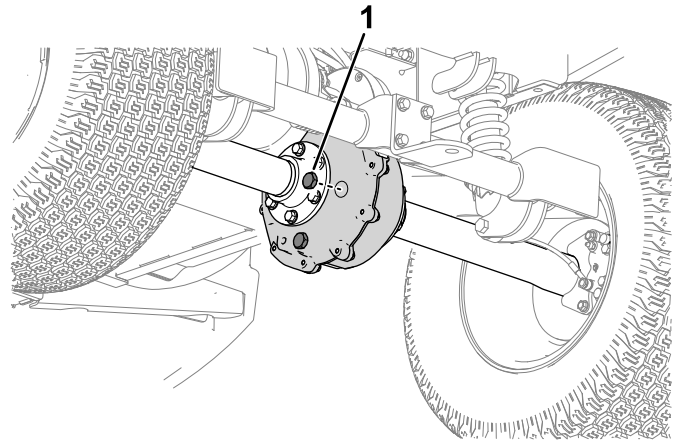

Figura 46
- Retire el tapón de llenado del transeje (Figura 46).
- Si el nivel de fluido es bajo, retire el tapón de llenado y añada fluido del tipo especificado indicado en [Cambio del fluido del transeje \(página 39\)] hasta que salga del orificio (Figura 46).